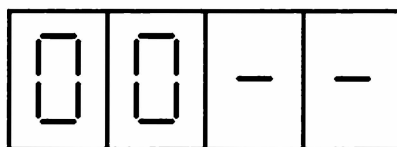

Рис. 9
7. Нажатие на кнопку SB2 "Выбор" выводит на индикаторы цифры и прочерки (рис. 9) для установки значения часов, которое изменяют нажатием на кнопку SB3 "Установка" по кольцу от 0 до 23.